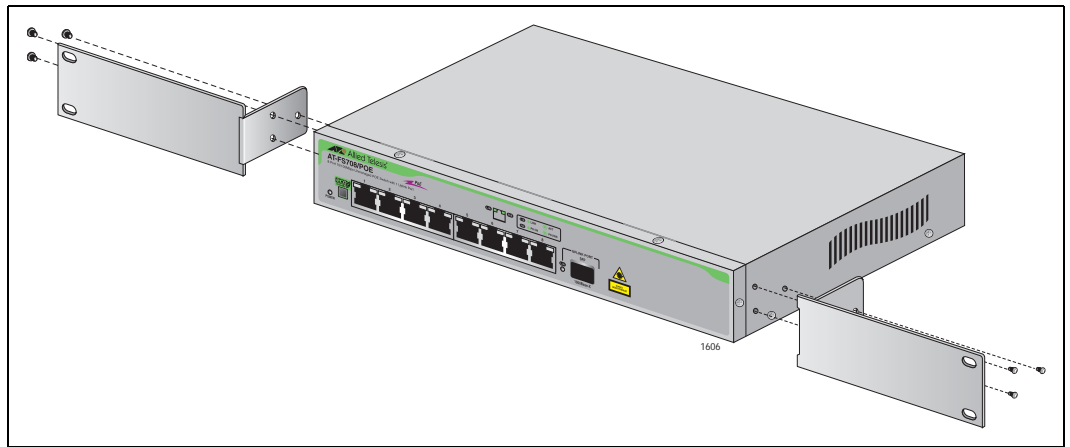

Рисунок 7. Крепление кронштейнов для монтажа в стойку
2. Прикрепите монтажные кронштейны к каждой из сторон коммутатора при помощи шести винтов из комплекта поставки, как это показано на рис. 7.